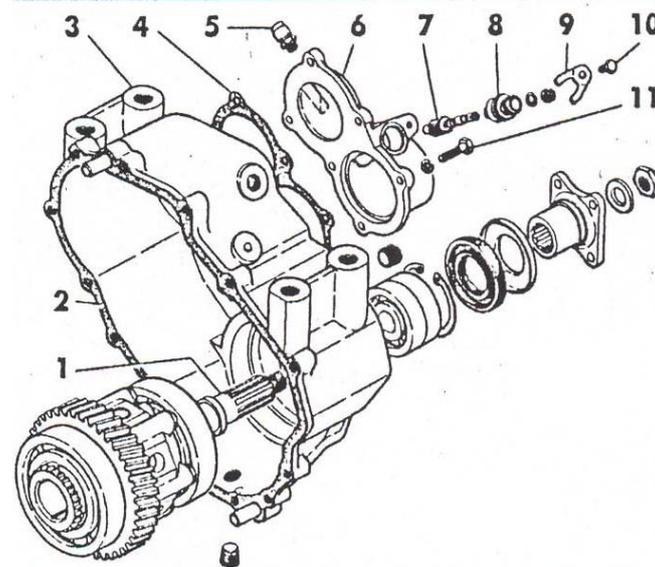

Рис.6.8 Детали заднего картера раздаточной коробки:
- отвернуть болты 11 (рис. 6.8) крепления задней крышки 6 подшипника первичного вала и снять заднюю крышку;
При разборке задней крышки задней раздаточной коробки (при исполнении с водомётом - передней крышки задней раздаточной коробки) необходимо отвернуть болт 10 (рис. 6.8) и снять стопор 9, после этого извлечь из крышки штуцер 8 и ведомую шестерню 7 привода спидометра.